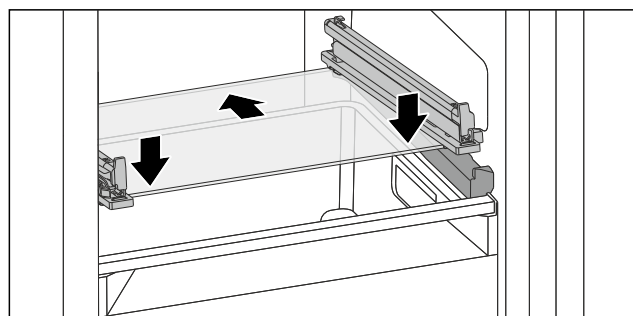

Fig. 134 Glasplatte des abklippbaren Schubfachs
- Glasplatte schräg hinter den Stopperrn aufsetzen. (siehe Fig. 134)